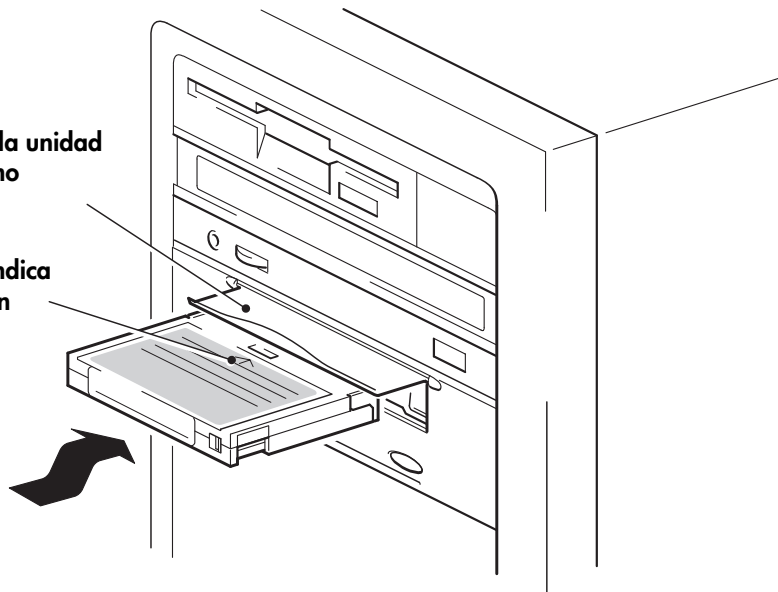

Figura 10a: carga de un cartucho
- 1 Levante la puerta del cartucho, situada en la parte frontal de la unidad de cinta, e inserte el cartucho en la ranura con la flecha blanca en la parte superior y señalando a la puerta de la unidad. Aplique una ligera presión hasta que la unidad de cinta coja el cartucho y lo cargue. (Véase la figura 10a).